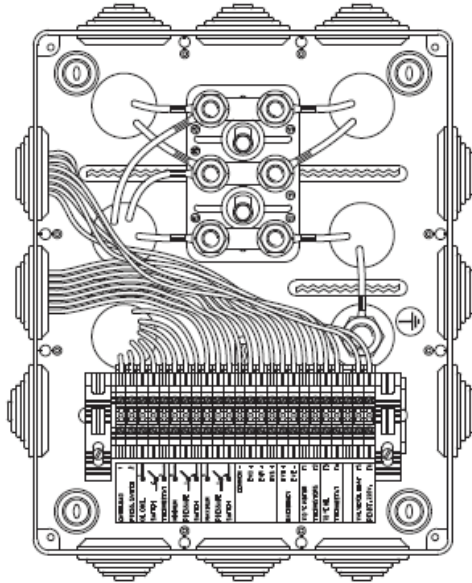

Fig. 6 Scatola dei collegamenti per centralina cablata
- La scatola della centralina completa di cablaggio (optional) comprende (vedi Fig. 6):